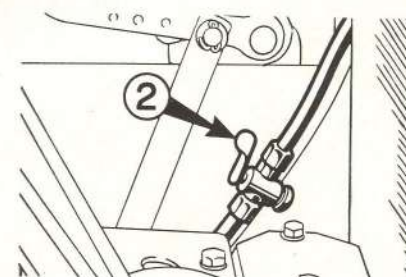

Fig. 41. - 2. Robinet du réservoir à gasoil pour le moteur Diesel, ouvert.
3. Ouvrir le robinet du gasoil (fig. 41). Remplir les canalisations et les filtres du moteur Diesel et purger l'air comme suit: